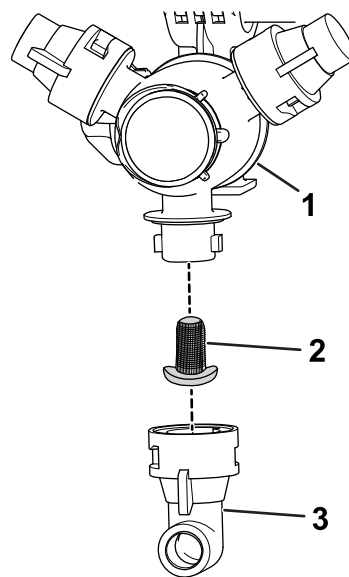

Figura 81
2. Îndepărtați duza din țurela de pulverizare (Figura 81).
3. Îndepărtați filtrul duzei (Figura 81).
5. Montai filtrul duzei (Figura 81).
6. Montai duza la turela de pulverizare (Figura 81).